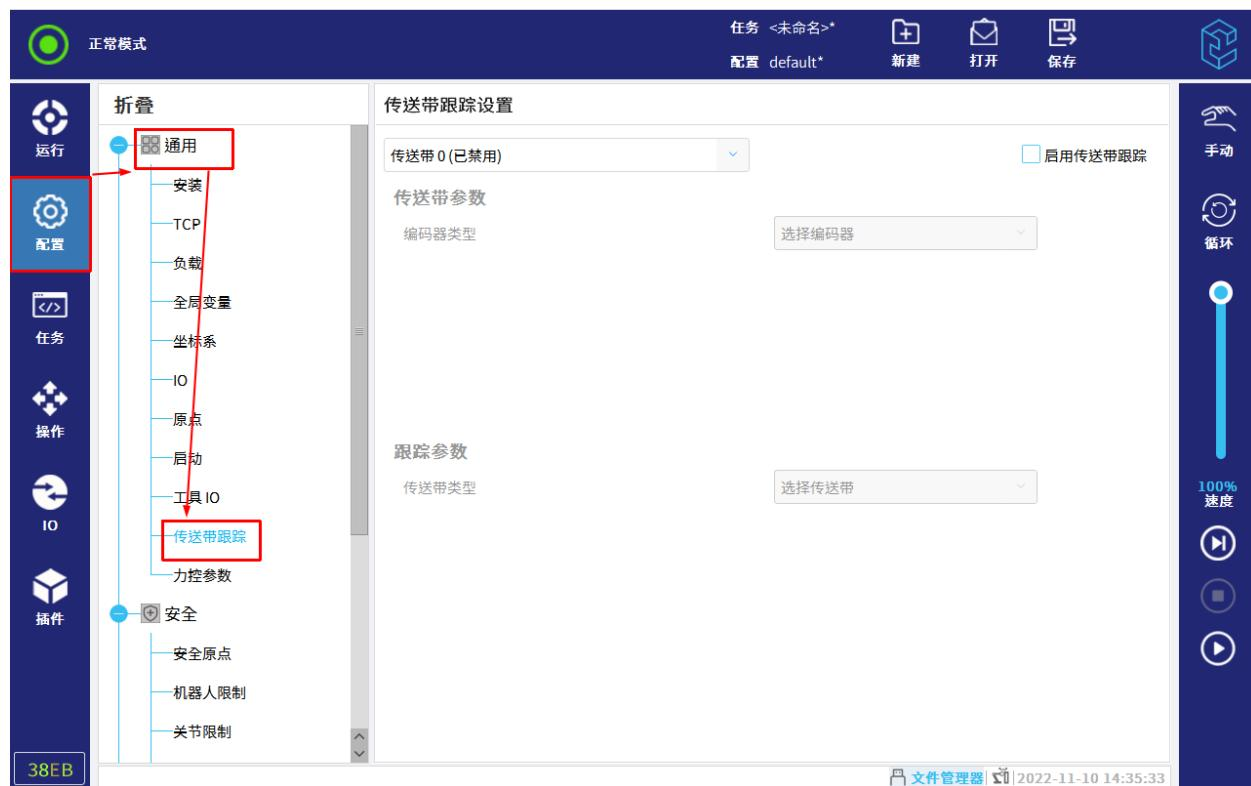

图 11-19 传送带跟踪
4. 选择“编码器计数可变”为“通用>通讯>Modbus”中连接的Modbus从站，如图11-19所示。